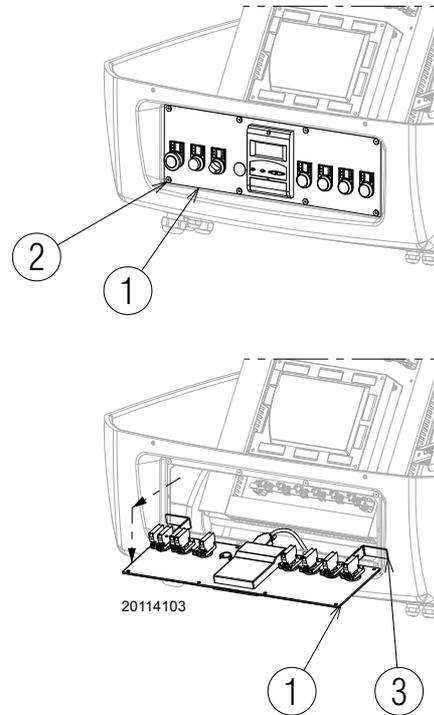

Abb. 43
- Ziehen Sie die Bedientafel 1) heraus und drehen Sie sie um 90°, hängen Sie sie dazu mit den entsprechenden Bügeln 3) im Profil der Schalttafel ein, wie aus Abb. 43 ersichtlich